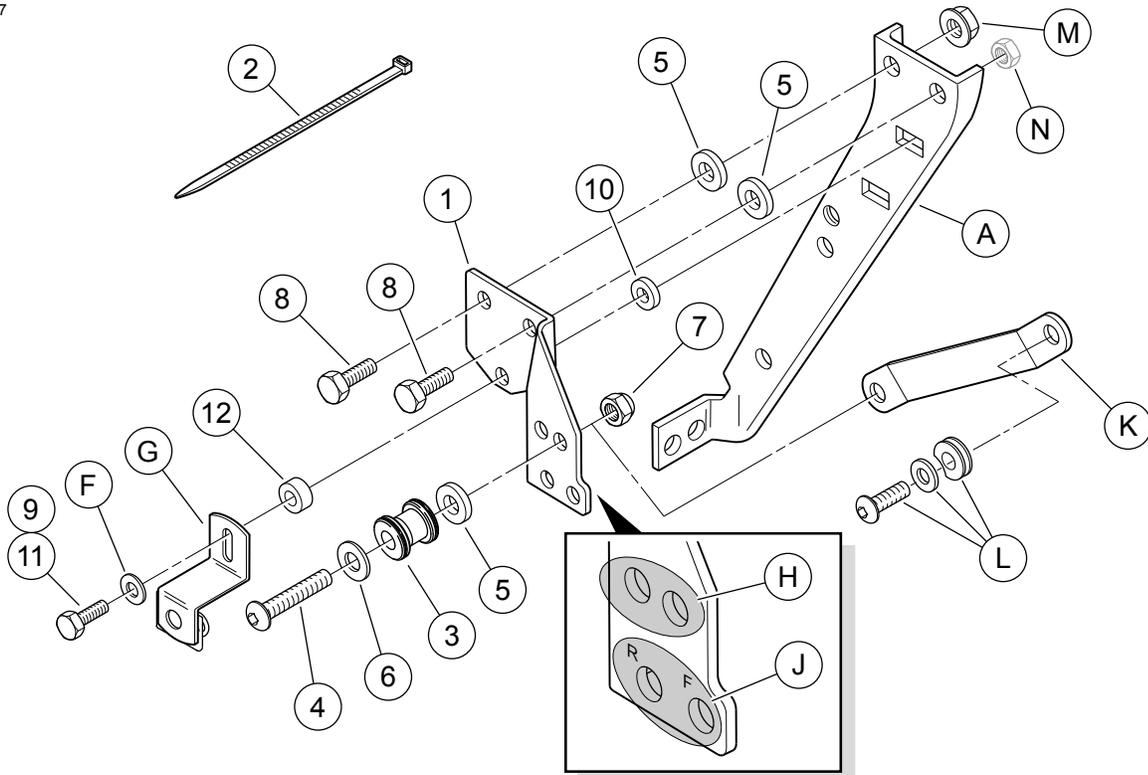
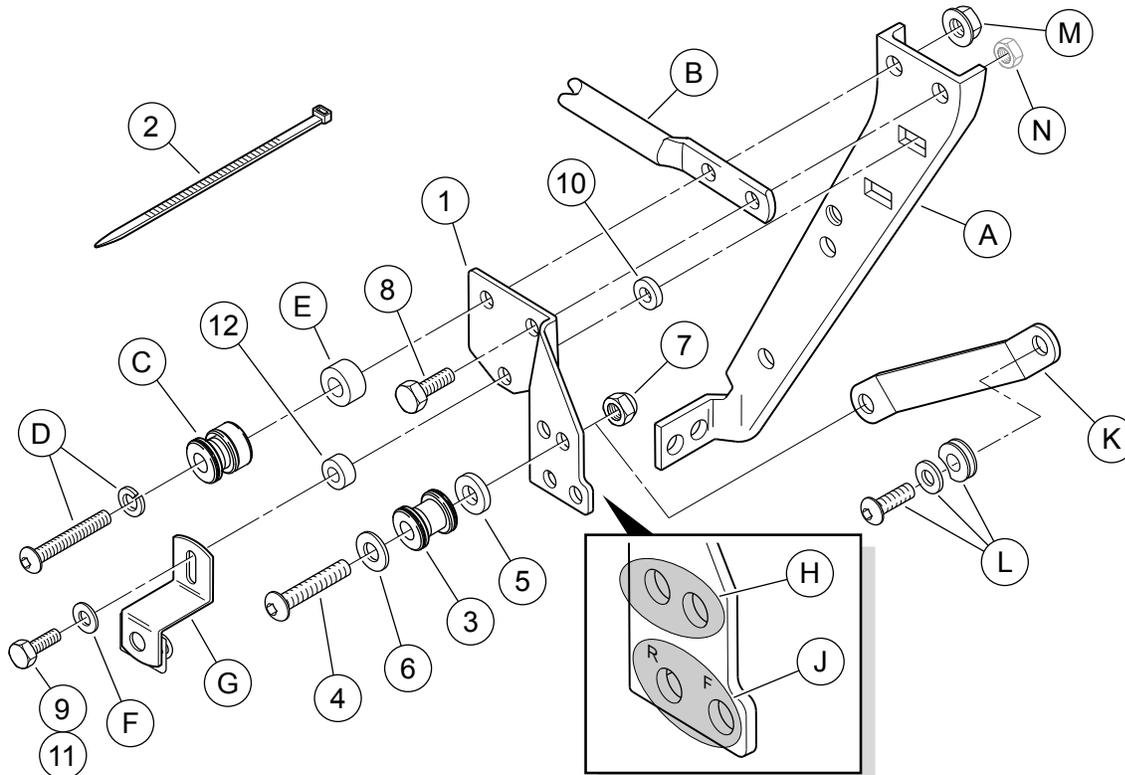

Abbildung 6. Einbau OHNE die Befestigungsstellensätze 53127-96C und 53746-97B
Abbildung 7. Einbau MIT den Befestigungsstellensätzen 53127-96C und 53746-97B
Siehe Abbildung 6 oder Abbildung 7 und Tabelle 2.
1. Siehe Abbildung 6 oder Abbildung 7. Die Befestigungsstellenteile wie abgebildet zusammenbauen.
a. Die Halterung (1) auf einer Seite des Motorrads in Stellung bringen. Die Halterungen sind seitenspezifisch. Die neben den unteren Löchern eingestanzten Buchstaben müssen nach außen zeigen. Sie bezeichnen die vordere (F) und die hintere (R) Position.
b. **Ohne Einbau von Befestigungsstellen in den Positionen 3 und 4** (siehe Abbildung 6): Die Halterung mit 25 mm langen Schrauben (8) Größe 5/16-18 x 1 in in die beiden oberen Löchern anbringen, wobei auf jede Schraube zwischen der Halterung (1) und der Original-Satteltaschenhalterung (A) je ein Distanzstück von 3,2 mm (1/8 in) Dicke (5) gesteckt wird. **Mit Einbau von Befestigungsstellen in den Positionen 3 und 4** (siehe Abbildung 7): Die Halterung mit einer 25 mm langen Schraube (8) der Größe 5/16-18 x 1 in aus **diesem** Teilesatz im oberen, vorderen Loch sowie mit einer 57 mm langen Schraube Größe 5/16-18 x 2-1/4 in mit Sicherungsmutter (D), der Befestigungsstelle (C) und dem 9,8 mm (0,386 in) dicken Distanzstück (E) **aus dem Befestigungsstellensatz 53746-97B** im hinteren oberen Loch durch die hintere Befestigungsstellenhalterung (B) **aus dem Befestigungsstellensatz 53127-96C** hindurch, welche zwischen der Halterung (1) und dem Original-Satteltaschenträger (A) zu liegen kommt, anbringen.
3. **Für FLHR-, FLHT- oder FLTR-Modelle:** Die Schraube durch das untere Loch in der Halterung (1) direkt unterhalb der in Schritt 4b eingebauten Schrauben stecken. **Für FLHRC- oder FLHRS-Modelle:** Ein 14,3 mm (9/6 in) starkes Distanzstück (12) auf die Schraube stecken und diese durch das untere Loch in der Halterung (1) direkt unterhalb der in Schritt 4b installierten Schrauben stecken.
4. Ein 3,2 mm dickes Distanzstück (10) auf die Schraube stecken und diese durch den Satteltaschenträger (A) hindurch in die Clipmutter eindrehen. Die Schraube mit 13,6–19,0 N·m (10–14 ft-lb) anziehen.
8. Siehe Abbildung 4, Tabelle 1, und Abbildung 6 oder Abbildung 7. Eine Unterlegscheibe (6) auf eine Halbrundkopfschraube (4) aus **diesem** Teilesatz aufsetzen. Eine Befestigungsstelle (3) in der abgebildeten Ausrichtung auf das Schraubengewinde stecken, gefolgt von einem Distanzstück (8).
9. Bei Modellen von **1994 bis 1996** die Schraube durch das hinterste Loch (H) in der Halterung (1) stecken; siehe Abbildung. Bei Modellen **ab 1997** die Schraube durch das vorderste Loch (H) in der Halterung (1) stecken; siehe Abbildung. Die Schraube durch das größere Loch in der Halterung 53805-99 (Position K, Teil des Gepäckträger- bzw. Soziusbügel-Satzes) stecken und lose mit einer Sicherungsmutter (7) verschrauben. Die Sicherungsmutter noch nicht fest anziehen, da die Befestigungsstelle im nächsten Schritt noch justiert werden muss.